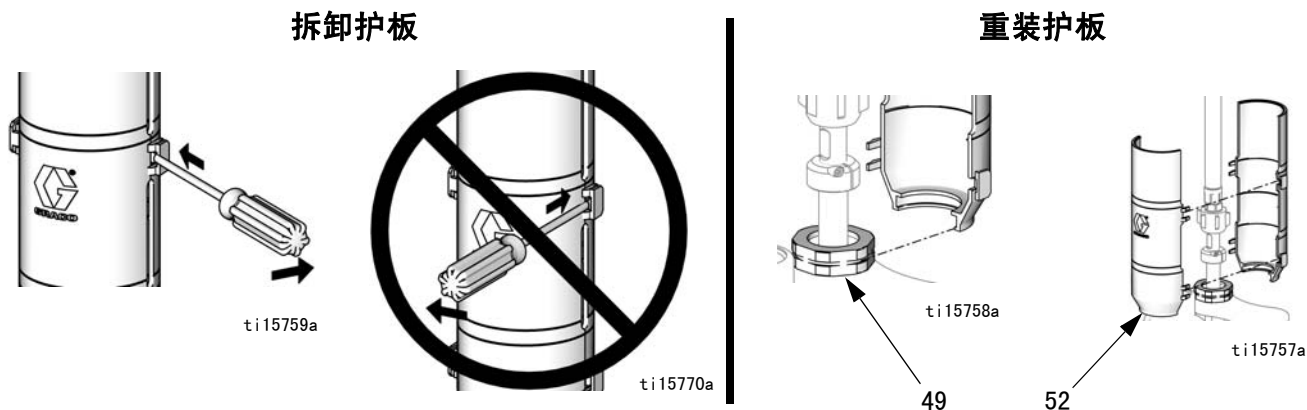

图 2. 拆卸和重装护板
参见图 2。将螺丝刀直插入槽，以它为杠杆释放扣环，卸下 2 片护板 (52)。对所有扣环重复此步骤。**不得使用螺丝刀来撬开护板。**